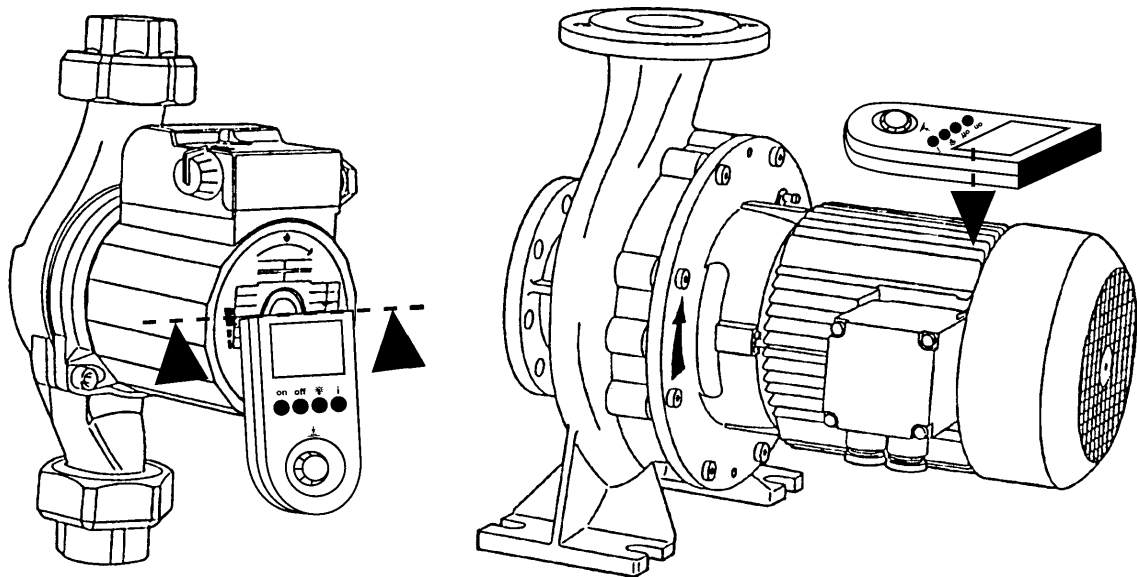

Bild 2:
- **Kontroll rotationsriktning:** I displayen visas: Motor EIN/AUS(TILL/FRÅN), Drehrichtung (Rotationsriktning) links/rechts (vänster/höger), Motorsnastföljds-Frekvens 10 ...100 Hz. För att mäta upp dessa data måste monitorn placeras ovanför pumphuset (bild 2)